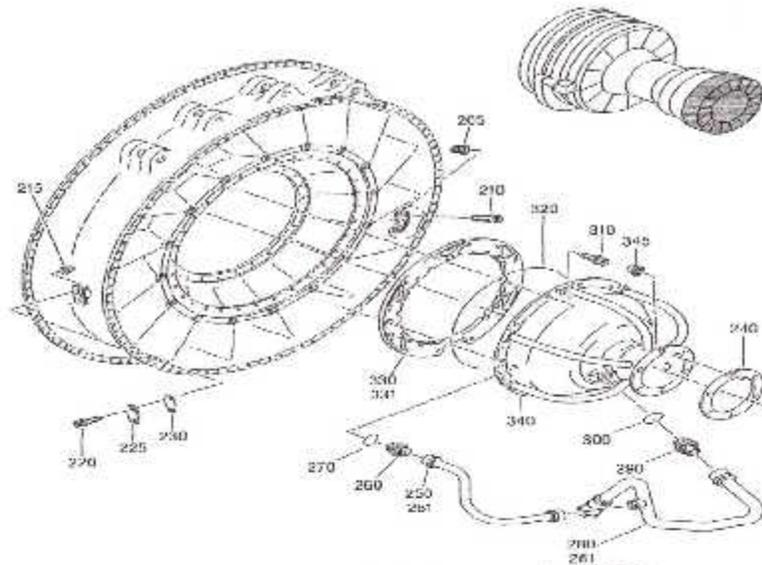
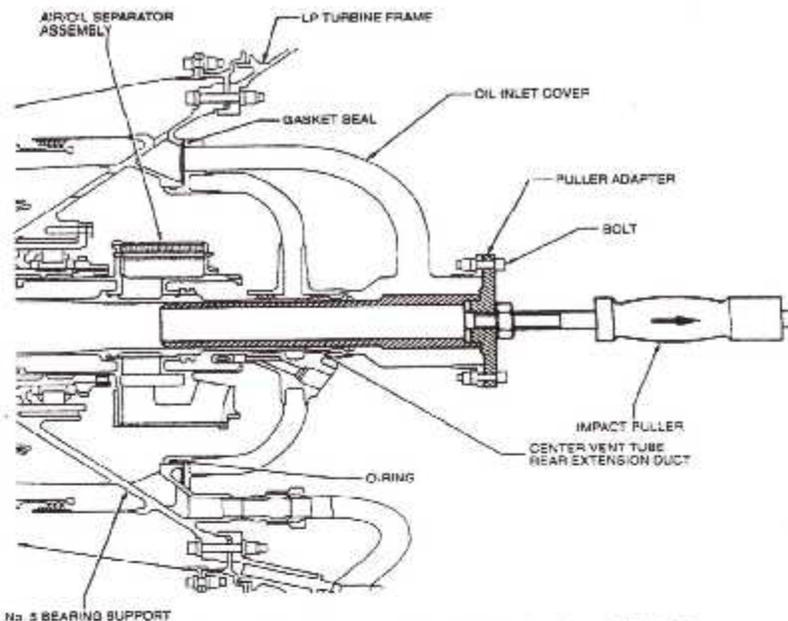

Fig. III. 11 : Dépose de la Tuyauterie d'Huile.
Fig. III. 13 : Dépose du Couvercle d'Admission d'Huile.
- a. On dépose la tuyauterie d'huile (fig. III. 11) comme suit :
b. On enlève le couvercle d'admission d'huile (fig. III. 11) et (fig. III. 13) comme suit :